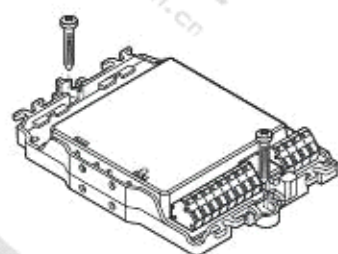

图 3
- 表面安装 (图 3)
3. 用 2 个螺钉将保护盒固定在平整表面上 (图 3)。
1. 将模块放置在平整的表面上 (图 3)。